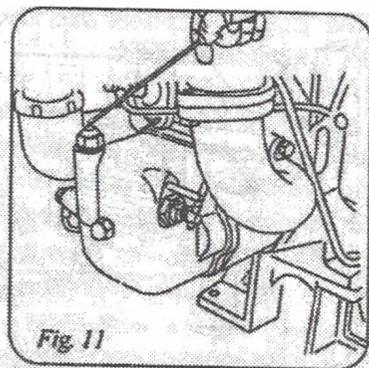

Рис. 11
2) Установите рычаг контроля скорости в положение "СТОП". Удерживайте рычаг декомпрессора в левой руке в открытом состоянии, чтобы удостовериться, что двигатель не нагружен. После этого проверните двигатель ручкой старта, постепенно ускоряясь (рис. 11). Появление красного поплавка на крышке клапанов означает нормальную работу масляного насоса с достаточным количеством масла. Иногда количество масла может быть недостаточным в насосе. В этом случае тщательно проверьте и долейте соответствующее количество масла.